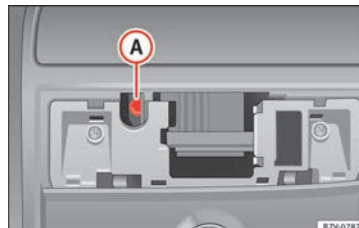

Fig. 16 Unbrakobolt til lukning af panoramaskydetag
- Stik en almindelig 4-mm-unbrakonøgle¹⁾ ind i unbrakobolten » Fig. 16 A.